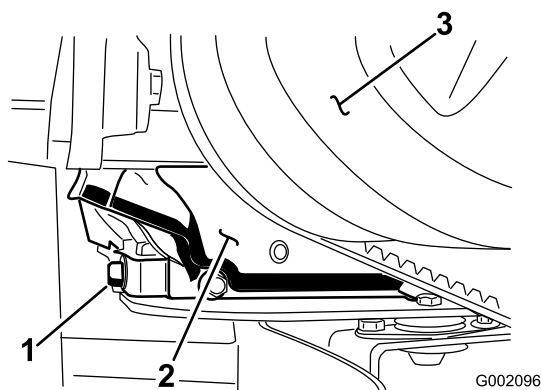

Figura 27
- Togliete il tappo di spurgo (Figura 27) e lasciate defluire l'olio in una bacinella. Quando l'olio sarà fuoriuscito completamente, montate il tappo di spurgo e serratelo a una coppia di 17,6 Nm.